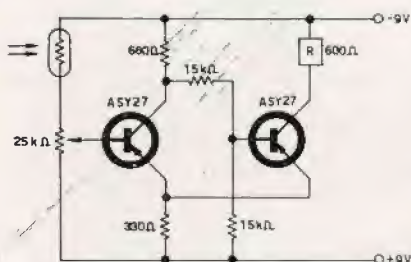

Figura 4
**Se invece volete comandare a « tutto o niente »**, cioè in un sistema a relè, conviene usare non un semplice circuito amplificatore ma un circuito a scatto, a esempio un trigger (figura 4); il relè è attratto al buio, disattivato alla luce; se si desidera l'opposto mettere il relè sul collettore del primo transistor.